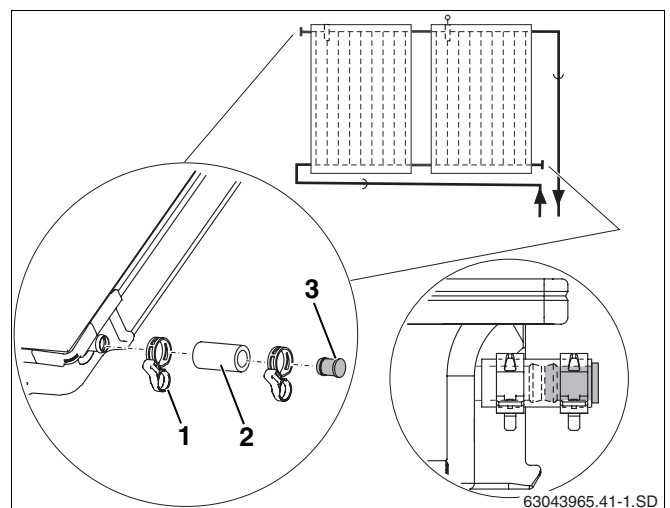

Fig. 43 Montarea dopurilor oarbe și a colierului arc
- Furtunele solare 55 mm (Fig. 43, **Poz. 2**) se introduc cu dopurile oarbe premontate pe ambele racorduri libere ale câmpului de colectori.